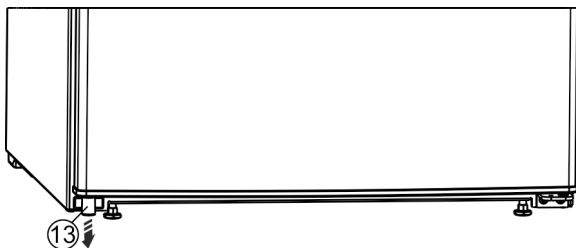

Fig. 14 *
- Vľavo dolu z dverí vyberte dištančný diel Fig. 14 (13)*.